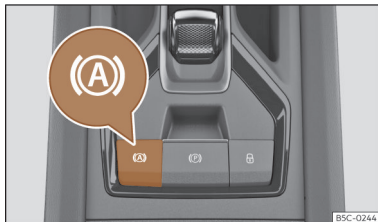

Fig. 153 Na parte inferior da consola central: botão da função Auto Hold.
(A) A luz de controlo do botão **(A)** >>> **Fig. 153** permanece acesa enquanto a função Auto Hold estiver ligada.